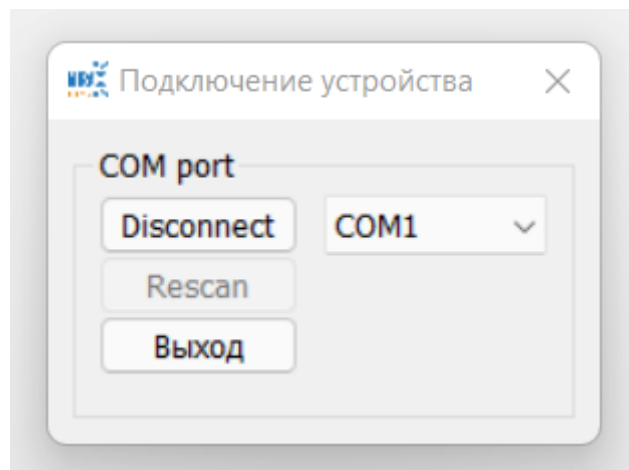
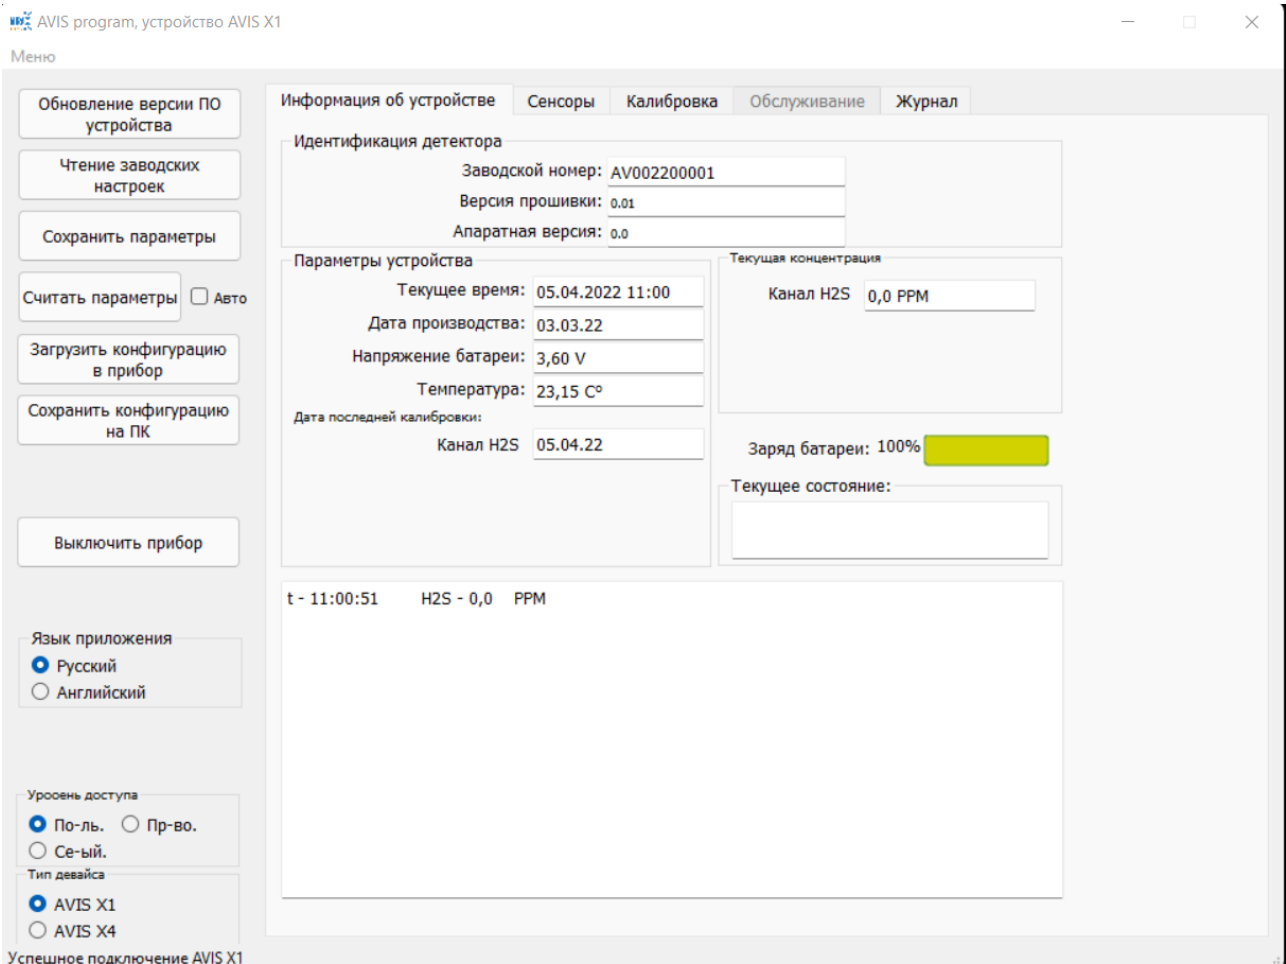

Рис. 7. Успешное подключение устройства.
Рис. 8. Основное окно программы
6. При успешном подключении кнопка «Connect» изменится на кнопку «Disconnect», как показано на Рис. 7. Для продолжения работы и выхода в основное окно программы Рис. 8, следует закрыть или выйти из окна «Подключение устройства». При этом произойдет считывание информации с прибора.